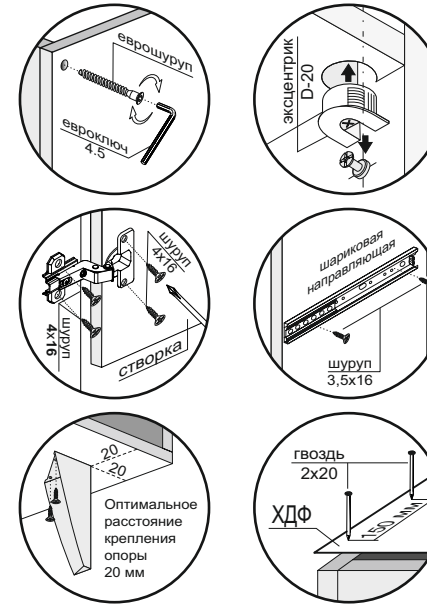

Рис.1
- Если у Вас пенал на ножках, то шурупами 4x20 прикрутить опоры к нижней крыше (2). Оптимальное расстояние крепления опоры 20 мм от каждого края крыши (2) (рис.1).